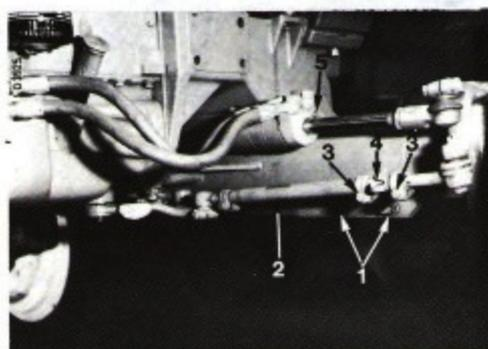

Fig. 22
sont pourvues chacune de trois encoches et leur fixation est assurée au moyen des boulons (1), Fig. 22.
Soulevez l'avant-train du tracteur. Démontez les boulons (1), Fig. 22 et retirez l'attache-rapide (4). Desserrez les boulons des colliers (3) situés sur la barre d'accouplement.
Remontez l'attache-rapide (4) Fig. 22, après avoir réglé les barres d'accouplement en fonction de la nouvelle largeur. Serrez les colliers (3) Fig. 22.